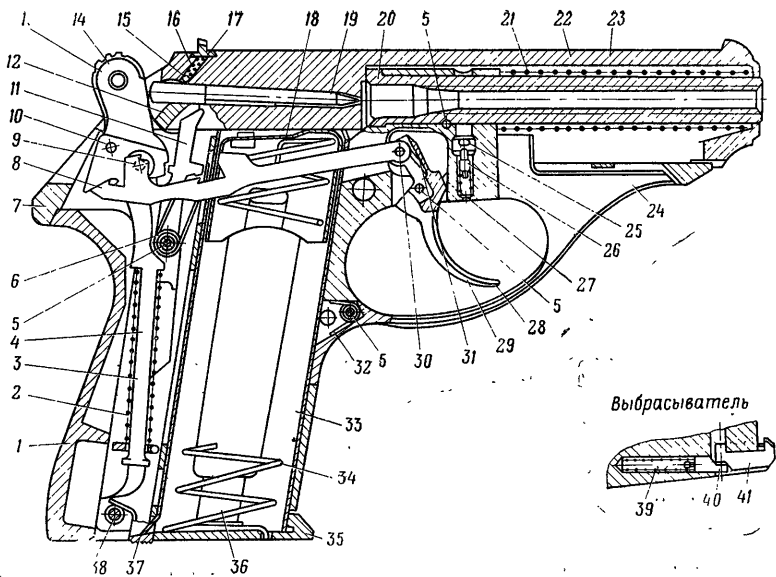

Рис. 1. 5,45-мм самозарядный малогабаритный пистолет ПСМ, индекс 6П23.
1.4. Устройство пистолета показано на рис. 1, на этом рисунке указаны условные номера частей пистолета, на которые в тексте Руководства даются ссылки без указания номера рисунка: в подрисуночном тексте даны чертежные номера деталей, которыми необходимо пользоваться при заказе запасных частей и в других случаях.